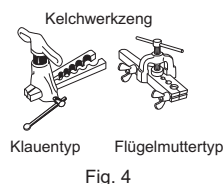
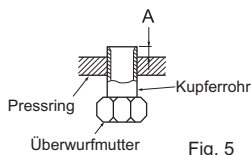

Fig. 4
Fig. 5
- 5) Führen Sie den Ablaufschlauch in die Ablassmulde hinten rechts an dem Innengerät ein. (Fig. 4)
- 6) Führen Sie den Ablaufschlauch durch die Wanddurchbruchhülse (C) und haken Sie den oberen Teil des Innengeräts an der Montagetraverse (1) ein. Bewegen Sie das Innengerät dann vollständig nach links, damit Sie die Verrohrung einfacher an der Rückseite des Geräts anbringen können.
- 7) Schneiden Sie ein Stück Karton aus der Versandverpackung, rollen Sie dieses und haken Sie es an der Rückseite fest. Verwenden Sie die Kartonrolle als Abstandshalter beim Heben des Innengeräts. (Fig. 5)
- 8) Verbinden Sie die Kältemittelleitung mit dem Verlängerungsrohr (B).
- 9) Schieben Sie den unteren Teil des Innengeräts in die Montagetraverse (1).
- Kelchen (Fig. 4, 5). Achten Sie darauf, dass das Kupferrohr die in der Tabelle angegebenen Abmessungen einhält. Wählen Sie A mm aus der Tabelle in Übereinstimmung mit dem verwendeten Werkzeug.